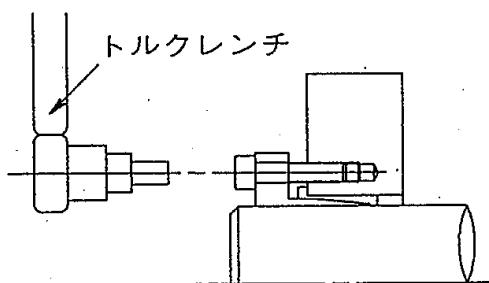

図2 取付
5. ボスと軸との相対位置（円周上、軸線上）を決め、トルクレンチ目盛を締付トルクMA（締付トルクMAは表1を参照）の1/4程度に合わせ、締付ボルトをほぼ対角線上に順次締付けてください。（図2、3参照）
合わせ、締付ボルトをほぼ対角線上に順次締付けてください。（図2、3参照）